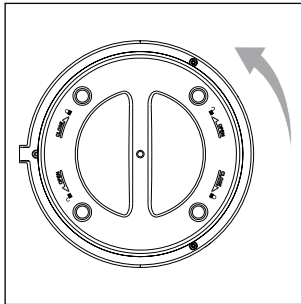

Abb. 3
3. Drehen Sie den Gehäusedeckel **9** an der Unterseite des Gerätes ein Stück gegen den Uhrzeigersinn in Richtung **OPEN** , um ihn zu öffnen (siehe Abb. 3). Entfernen Sie dann den Gehäusedeckel **9** vom Gerät.